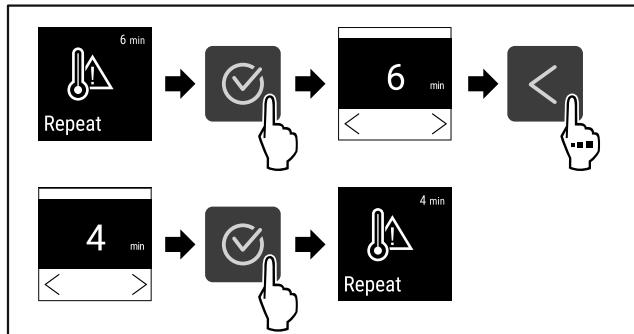

Fig. 100
- Изпълнете стъпките (виж Fig. 100).